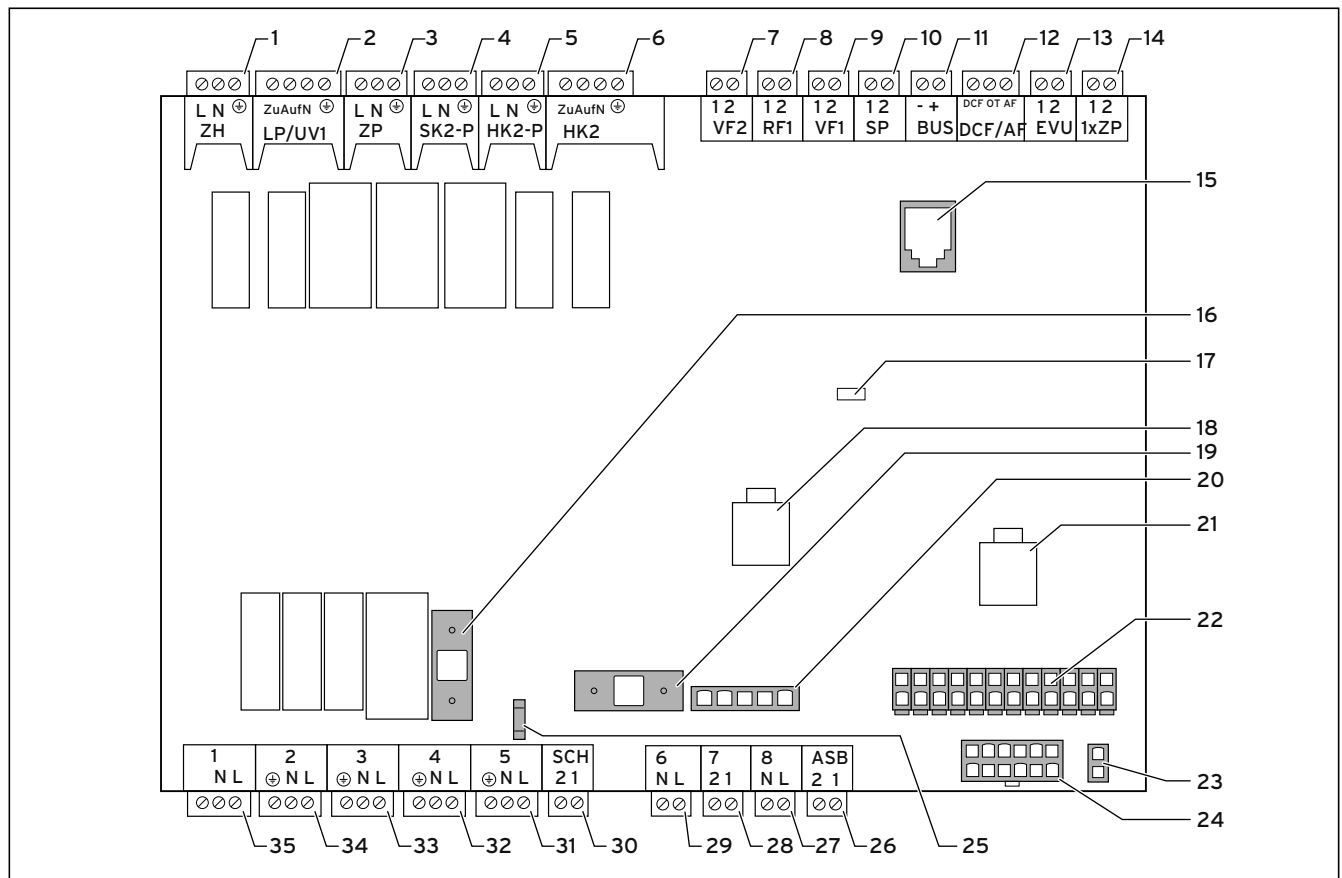

Abb. 7.14 Reglerplatine
- Schließen Sie die permanente Stromversorgung an die Netzeinspeisung Normaltarif an (2).
- Schließen Sie die Niedertarif-Stromversorgung an die Netzeinspeisung Niedertarif an (1).
- Schließen Sie den Kontakt des Rundsteuersignal-Empfängers an Klemme 13 „EVU“ (Energieversorgungsunternehmen) an (→ Abb. 7.14, Pos. 13).
- Schließen Sie die permanente Stromversorgung an die Netzeinspeisung Regler an (2).
- Installieren Sie die Standardfühler VR 10 entsprechend den Anforderungen des Hydraulikschema-Beispiels und schließen Sie sie an den jeweiligen Klemmen der Reglerplatine an (→ **Abb. 7.14**).
- Schließen Sie die externe Heizkreispumpe an Klemme HK2-P an (→ **Abb. 7.14, Pos. 5**).